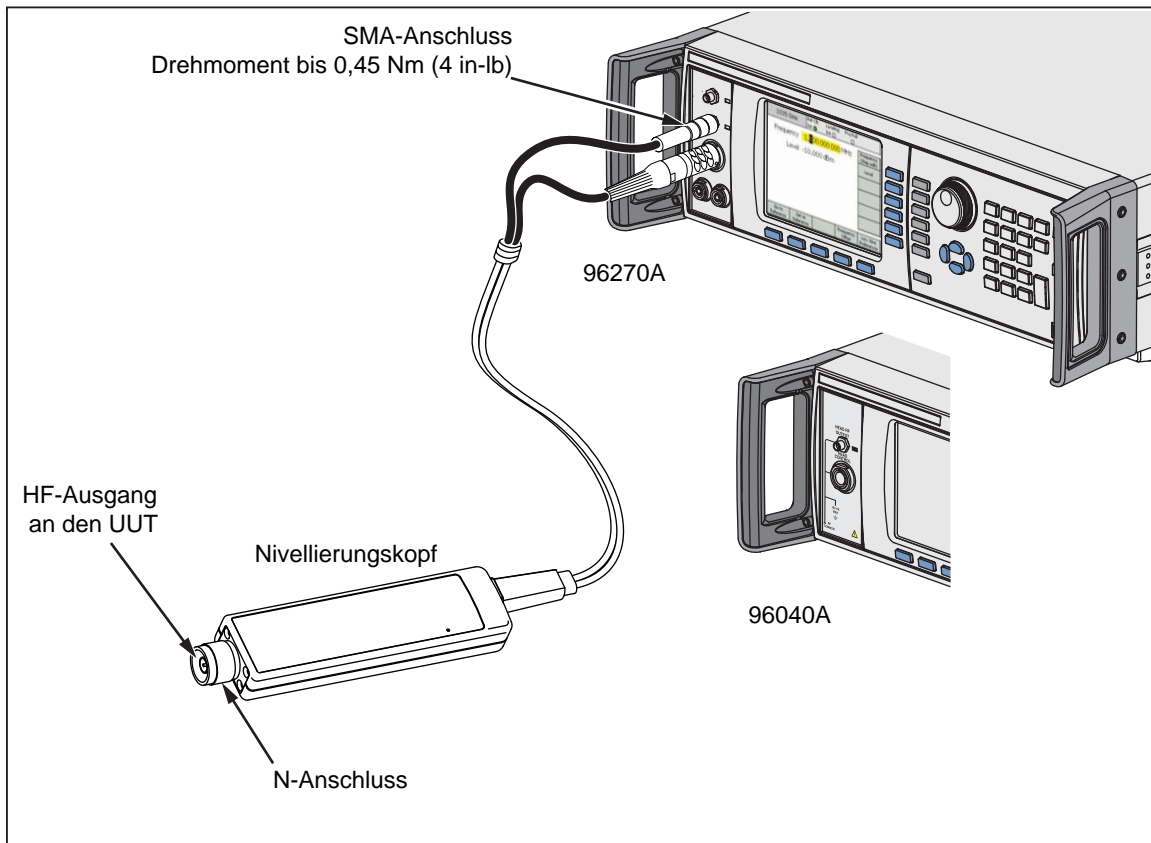

Abbildung 3-24. Verbinden des Nivellierungskopfs
2. Siehe Abbildung 3-24, verbinden Sie den Mehrfach-Anschluss mit dem Nivellierungskopf-Steuerungsanschluss am Gerät. Drücken Sie fest auf den Mehrfach-Anschluss, bis er einrastet.
3. Siehe Abbildung 3-24, verbinden Sie den SMA-Anschluss mit dem Kopf-HF-Ausgangsanschluss am Gerät.